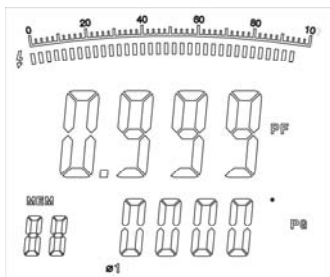

Figura 18
4. Ao medir 4 fios da fase 3: (veja figura 18, 19 e 20)
Pressione **SEL** para escolher a primeira fase, veja a figura 18.